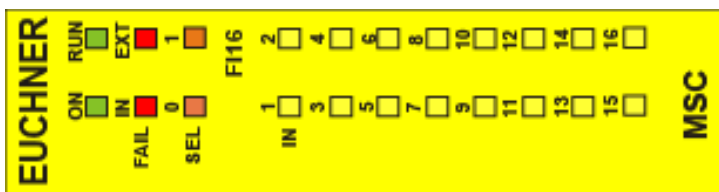

Figure 34:
8.4.7. Module FI16 (Figure 34)